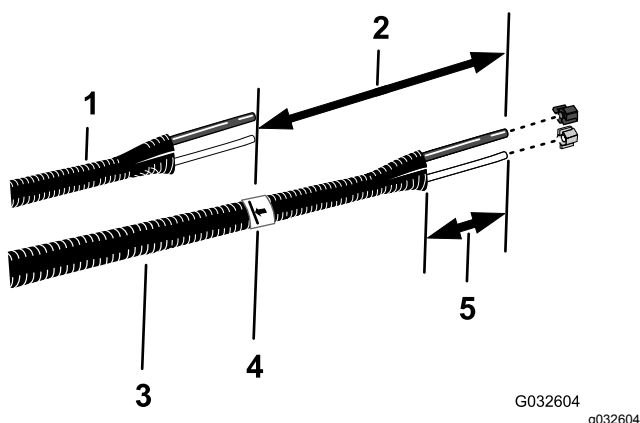

Figura 27
6. Allineate i vecchi tubi del liquido e dell'aria (Figura 27) al nuovo gruppo tubi (N. cat. Toro 114-9553).
8. Nel nuovo gruppo tubi, aggiungete una lunghezza di 26 cm dal segno marcato nella fase 7, contrassegnate il gruppo tubi e tagliate i tubi sul secondo (e più lungo) segno (Figura 27).
10. Rimuovete 77–102 mm di guaina attorno a ciascun'estremità del gruppo tubi (Figura 27).